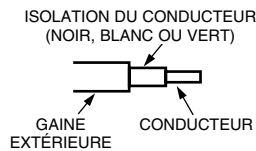

FIG. 1
3. Poser le fil à dénuder sur le gabarit du couvercle du DDFT et marquer la longueur de gaine à dénuder. Couper soigneusement la gaine et préparer comme indiqué aux Fig. 1 et 2. Important : Si l'isolation d'un conducteur est accidentellement coupée lors du dégainage de la gaine, couper le cordon endommagé et répéter l'étape n° 1.